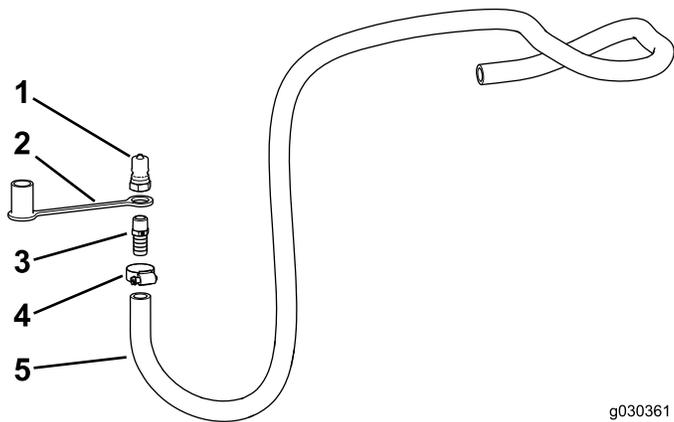

Bild 33
- Schrauben Sie das gerade Anschlussstück (3/8" NPT x 0,625 Zahnung) auf den Stecker (Bild 33).
- Setzen Sie den Staubdeckel auf das gezahnte Schlauchende (Bild 33).